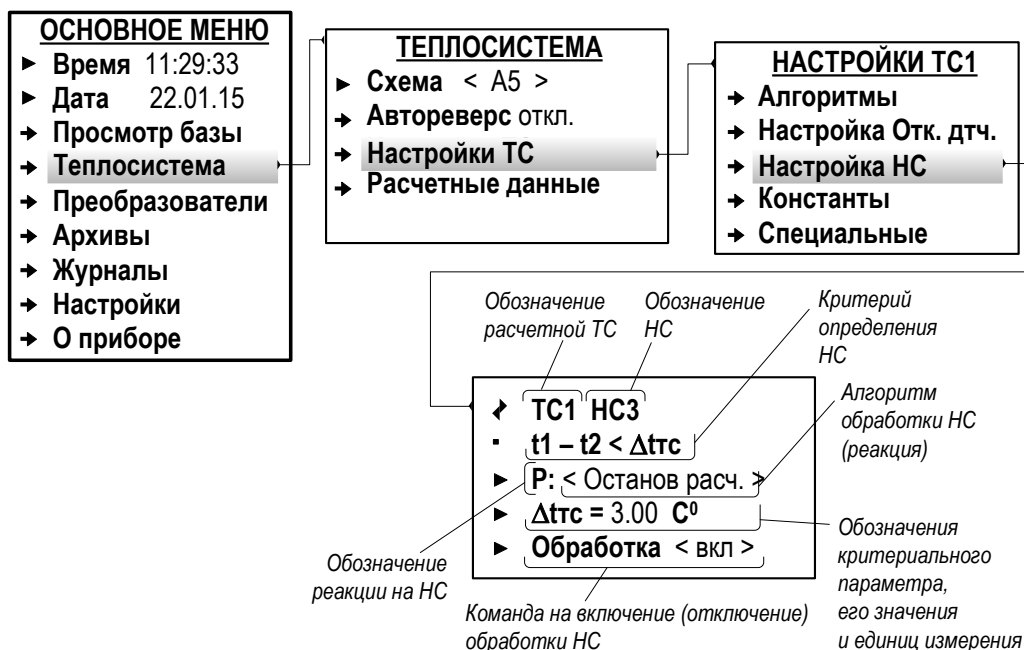

Рис.37. Вид меню настройки обработки НС (режим СЕРВИС).
7.6.3.1. Настройка обработки НС выполняется в меню **Теплосистема / Настройки ТС / Настройка НС** (рис.37).